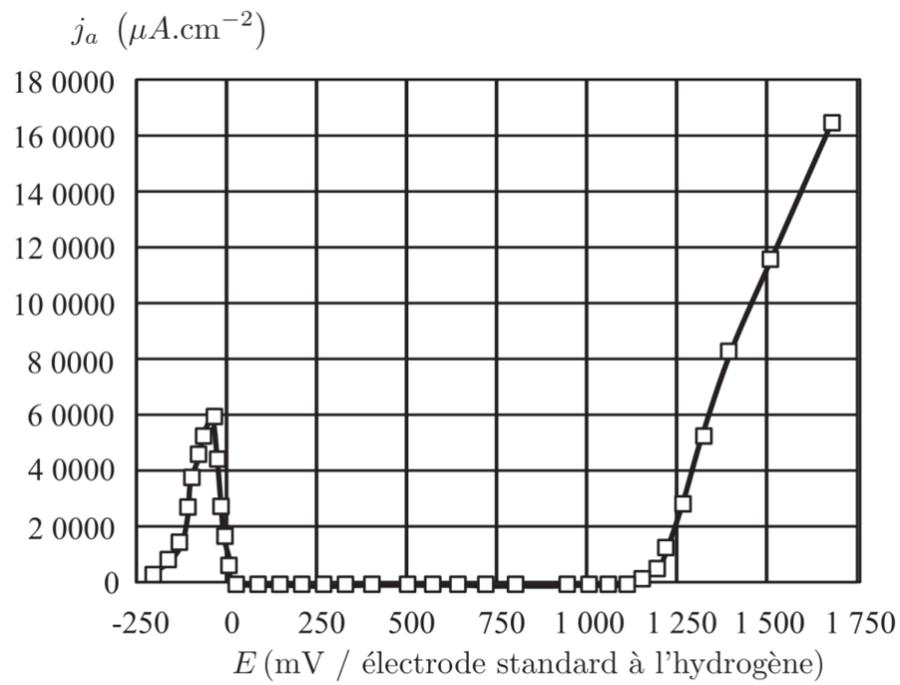

FIGURE 2 – Courbe intensité-potentiel $j_a = f(E)$ de l'acier inoxydable étudié en milieu acide. La teneur massique en chrome est de 16,1%.
Pour étudier le comportement de cet acier, on plonge un échantillon de matériau dans une solution aqueuse acide et on fait varier lentement le potentiel tout en mesurant l'intensité du courant électrique issue des réactions électrochimiques qui se produisent. On obtient le tracé de la courbe intensité-potentiel $j_a = f(E)$ (voir FIGURE 2) sur laquelle 3 zones se distinguent nettement : une zone de corrosion, une zone de passivation et une zone dite transpassive.
Q.5 Faire un schéma du dispositif expérimental permettant de réaliser le tracé de la FIGURE 2. On précisera notamment le rôle de chacune des électrodes utilisées.